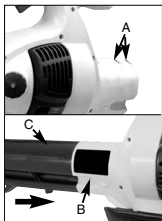

Fig. 1A
1. Draai de schroeven (A) los en verwijder de schroef (B). Plaats de blaasbus (C) de blazerbehuizing in en draai de schroef (B) er weer in. Haal de schroeven (A) goed aan (fig. 1A).